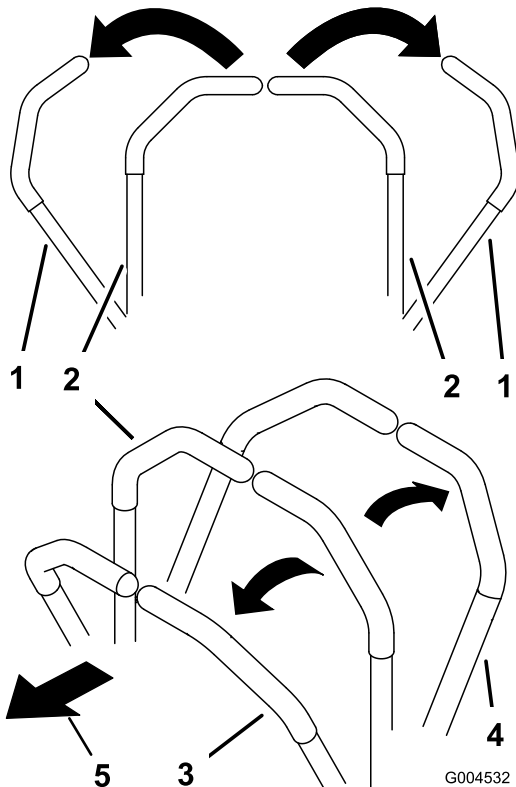

Figura 17
1. Desloque as alavancas de controlo do movimento (Figura 17) para fora para a posição de bloqueadas em ponto-morto.
- Para andar a direito para a frente empurre as alavancas de controlo do movimento para a frente (Figura 17).
- Para andar a direito para a frente puxe as alavancas de controlo do movimento para trás (Figura 17).
- Para ligar, desacelere a máquina puxando para trás ambas as alavancas e depois empurrando para a frente a alavanca do lado oposto daquele que quer virar (Figura 17).